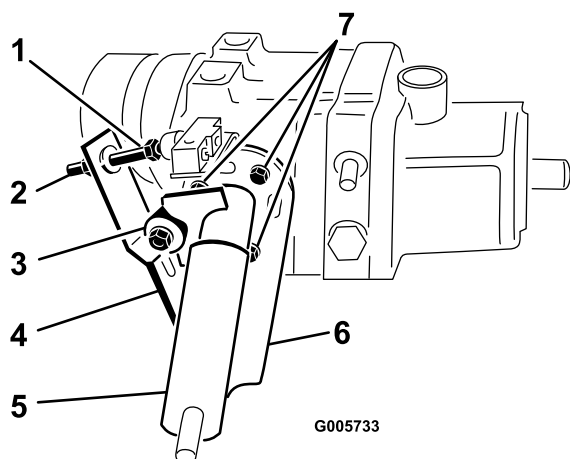

Figure 72
1. Garez la machine sur une surface plane et horizontale, et arrêtez le moteur. Serrez le frein de stationnement, basculez le siège en avant et actionnez le levier de la pompe (Figure 72) pour vérifier si l'ensemble est correctement positionné et fonctionne librement. Corrigez les défauts éventuels.
sens antihoraire (Figure 72). Tapez la plaque dans le sens horaire si la roue tourne en arrière (Figure 72). Lorsque la roue s'arrête de tourner, serrez les vis de fixation de la plaque de la pompe contre le côté de la transmission. Vérifiez le réglage avec la commande d'accélérateur en position de bas régime, puis de haut régime.
- Fixation ou usure du roulement à billes (Figure 72).
- Ressorts à lames affaiblis ou endommagés (Figure 72). Remplacez.
2. Actionnez le levier de la pompe (Figure 72) pour vérifier que toutes les pièces fonctionnent librement et sont bien positionnées.
3. Desserrez l'écrou de blocage. Tournez la vis de réglage du contacteur (Figure 72) jusqu'à ce que la tête de la vis et le bouton du contacteur s'écartent l'un de l'autre.